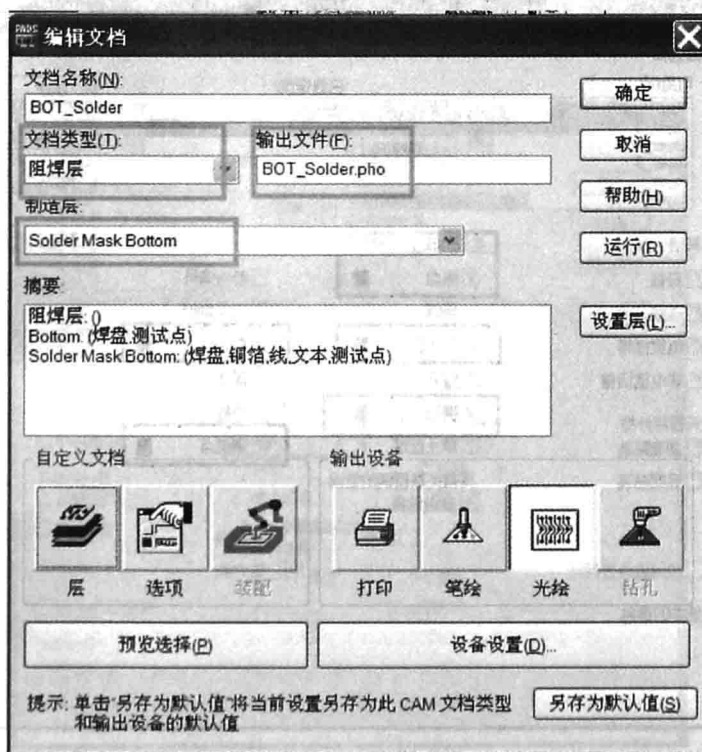
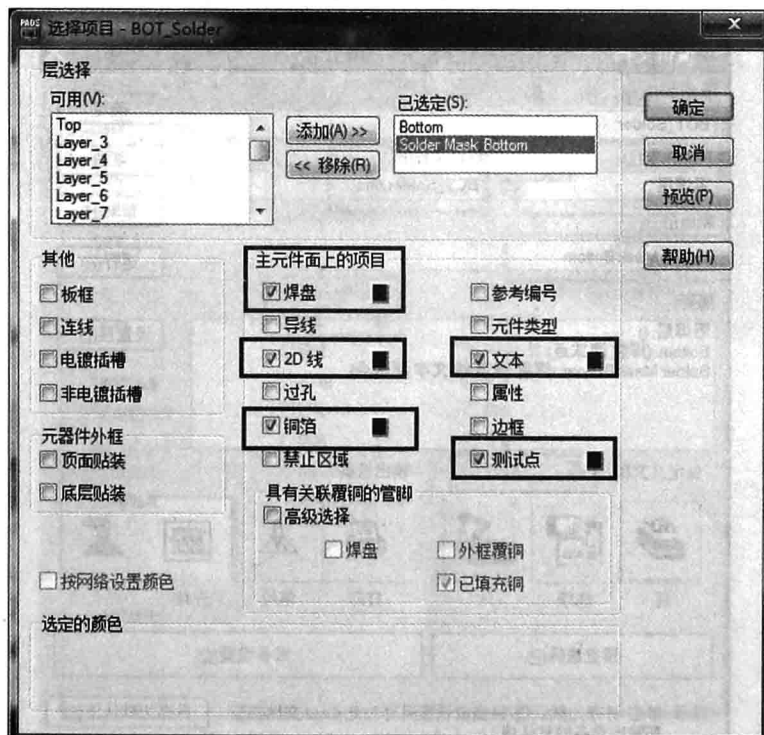

图 6-21 阻焊底层 CAM 文档设置
图 6-23 阻焊底层选择项目设置（二）
(9) 设置阻焊底层 (Solder Mask Bottom), 如图 6-21 至图 6-23 所示。
在图 6-21 中, 单击  图标, 在弹出的对话框中将“焊盘尺寸放大(缩小)至”改为 4。